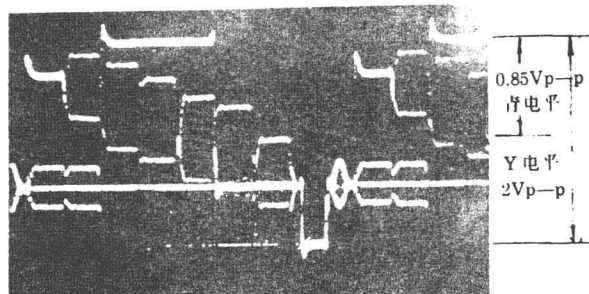

图 5 PAL 重放电平
6. PAL 重放电平及青色电平的调整: 调整不当, 亮度电平过大、过小, 在重放时, 图象亮度就会偏亮和偏暗。而青色电平调整不当时, 会使图象颜色发生偏色。正确的调整方法是从 LINE IN 输入 PAL 彩条信号, 测试点 LINE OUT 接示波器, 工作状态自录自放。调整 VR306, 使重放 Y 电平为 $2.0 \pm 0.4\text{V}_{\text{p-p}}$, 青色电平为 $1.1 \pm 0.5\text{V}_{\text{p-p}}$ (测试点接 75Ω 负载时 Y 电平为 $1.0 \pm 0.2\text{V}_{\text{p-p}}$, 青色电平为 $0.55 \pm 0.25\text{V}_{\text{p-p}}$) 见图 5 所示。